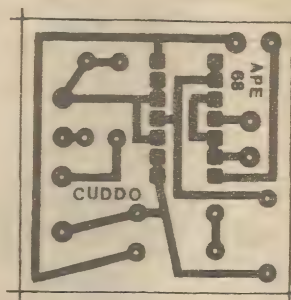

Fig.2
- FIG. 2 - LAY OUT DO CIRCUITO IMPRESSO ESPECÍFICO - Uma plaquetinha quadrada, pequena e simples na sua configuração cobreada de ilhas e pistas, serve como base física e elétrica para os componentes da montagem... O